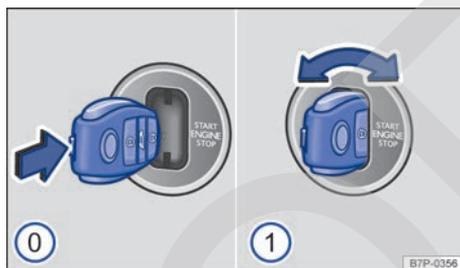

Fig. 131 Junto al volante: posiciones de la llave del vehículo en la cerradura de encendido.
- *Vehículos con cerradura de encendido:* Gire la llave del vehículo *brevemente* en el sentido de las agujas del reloj o en el contrario → fig. 131
- Vehículos con cerradura de encendido: Gire la llave del vehículo en la cerradura de encendido en el sentido contrario al de las agujas del reloj o en el mismo y suéltela → fig. 131 .